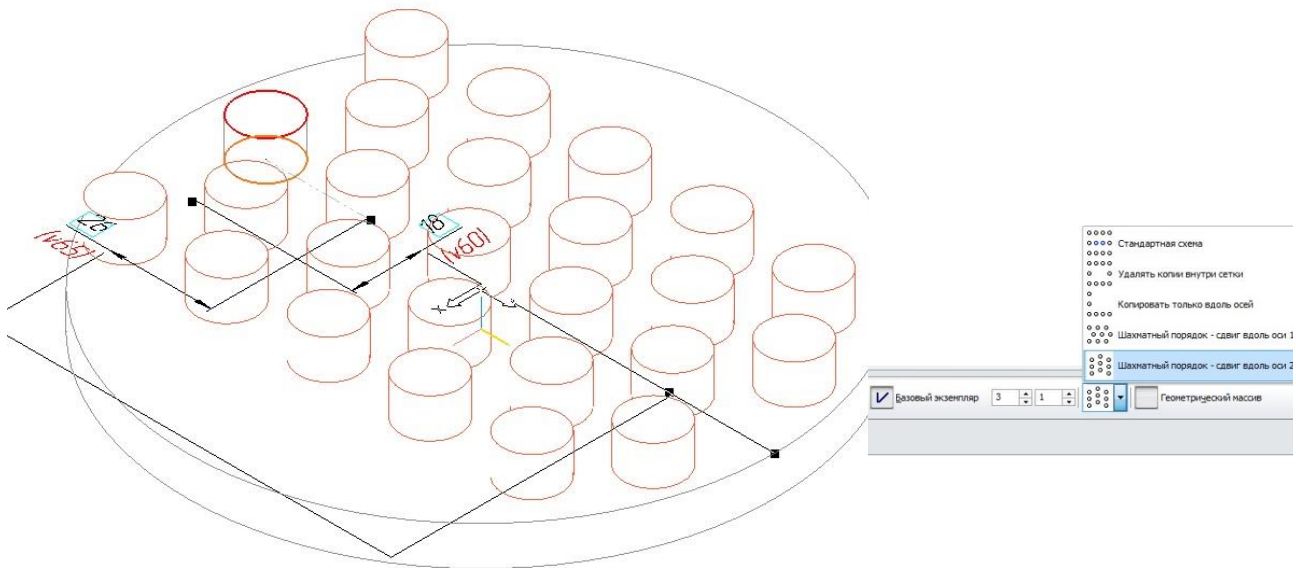

Рисунок 14 – Пример
– шахматный порядок: сдвиг вдоль оси 2 (рисунок 14).